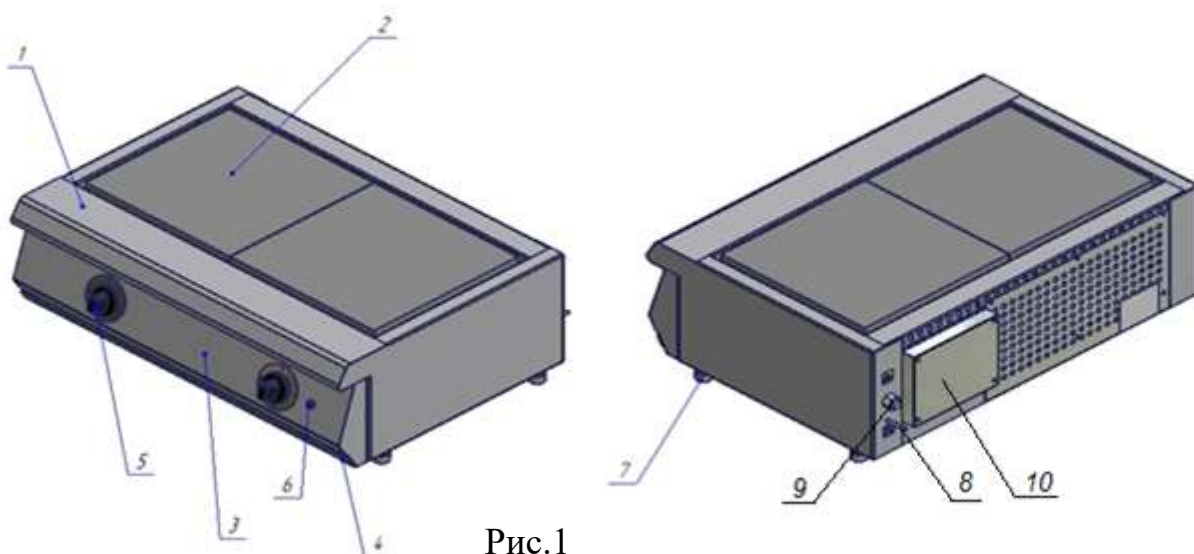

Рис.1
5.1. Основные части изделия указаны на рис.1 и перечислены в таблице1.
7.2. Подключите плиту к эл.сети. Для этого снимите крышку (10) (см рис.1) и через кабельный зажим (9) подключите электропитание согласно схеме электрической (см. приложение 1).